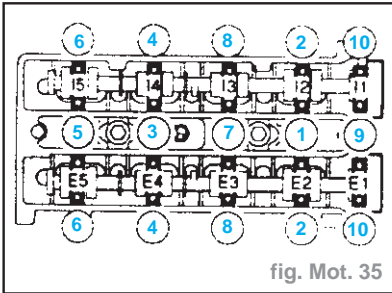

fig. Mot. 35
- Déposer les arbres à cames : (fig. Mot. 35)